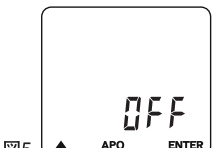

図5
(3-2)"Mode"ボタン④を押すと表示が図5のように切り替わりオートパワーオフの設定を行います。